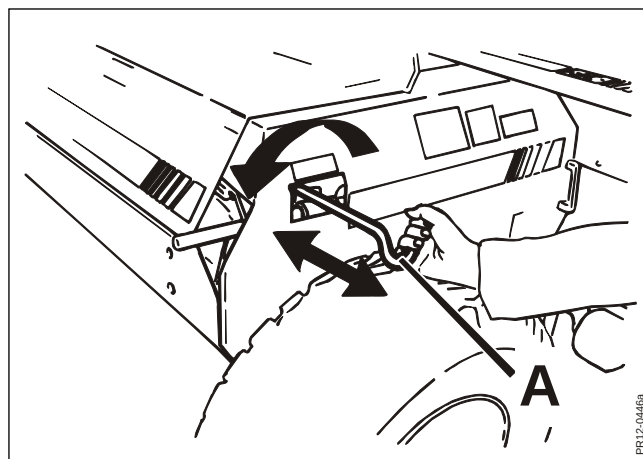

Fig. 4-26
- Fig. 4-26** 3. Slibestenen indstilles, så den står 2-3 mm fra knivene, ved at dreje håndtag A.
- Fig. 4-26** 7. Grib fat i håndtaget **A** og giv forsigtig tilspænding ved at dreje på håndtaget til stenen netop rører kniven. Træk stenen i en glidende bevægelse hen over hele rotoren og tilbage igen. Giv lidt mere tilspænding og gentag bevægelsen hen over hele rotorens bredde, således at knivene i hele rotorens bredde slibes.